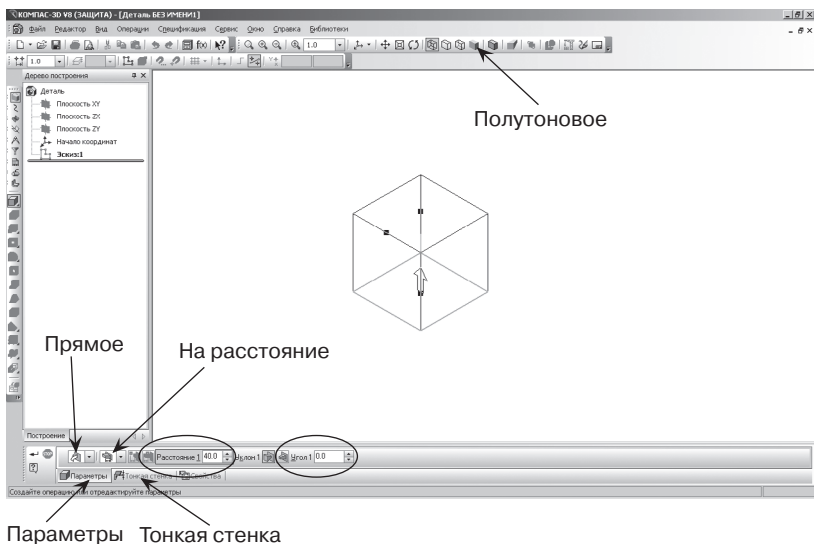

Рис. 123. Управление параметрами элемента
- на панели **Свойств** на вкладке **Параметры** укажите **прямое** направление выдавливания (вверх), глубина выдавливания – **на расстояние**, в поле **Расстояние 1** введите 40 мм, **Угол 1** равен 0° (грани куба вертикальны) (рис. 123);